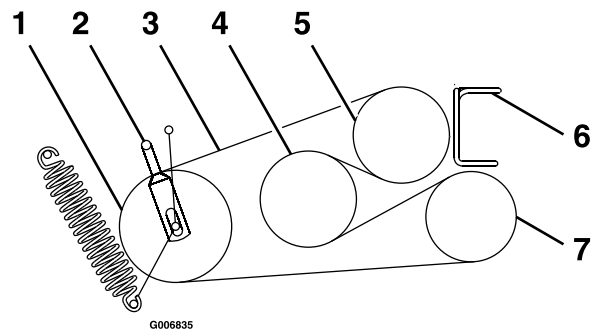

Figura 59
6. Afloje las guías de las correas **A** y **B** (Figura 59).
8. Enrute las correas nuevas alrededor de las poleas, tal y como se muestra en la Figura 59.